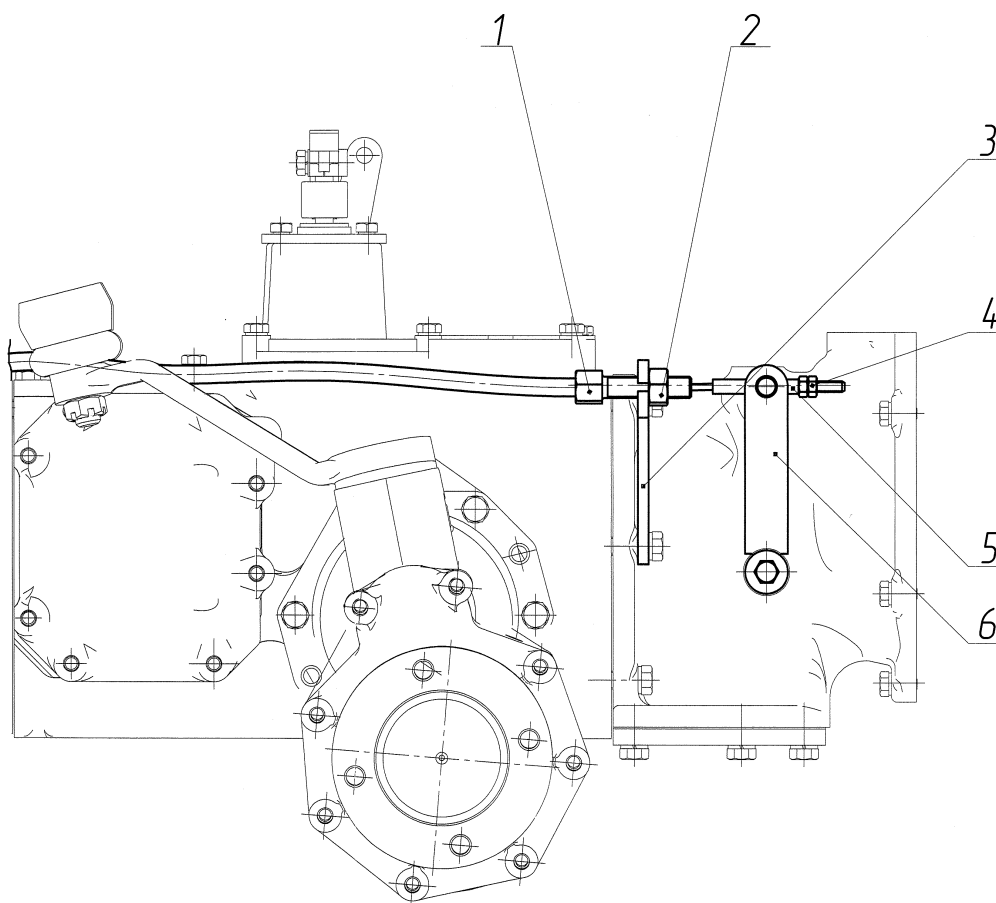

Рисунок 3.1 – Регулировка свободного хода педали сцепления
- заворачивая или отворачивая гайку 4 (рисунок 3.1), установите свободный ход педали муфты сцепления (до перемещения рычага 6) в пределах 10 – 15 мм. При заворачивании гайки 4 свободный ход педали уменьшается, при отворачивании – увеличивается.